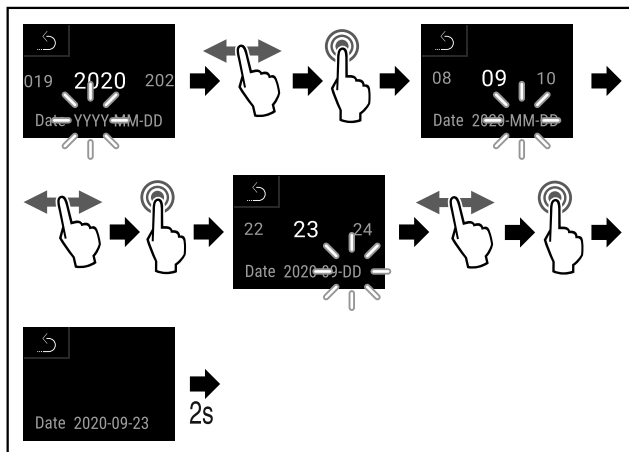

Fig. 106
- ▶ Efectuați pașii de acțiune (vezi Fig. 106).